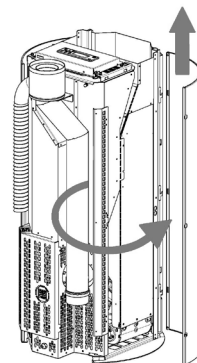

Fig. 74 - Πλευρική αφαίρεση
- Ανοίξτε το πλαϊνό πλαίσιο και αφαιρέστε το από τα δόντια (βλ. **Fig. 74**).